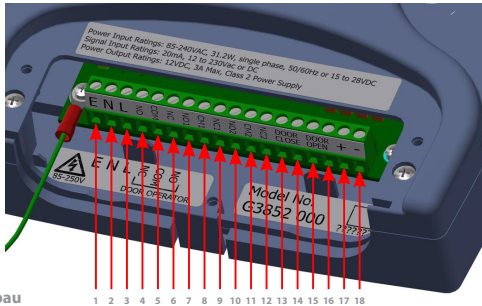

Abb. 3: Einbau
2. Schließen Sie das Steuergerät mit der richtigen Betriebsspannung an den korrekten Eingängen an (siehe Abb. 3 unten).